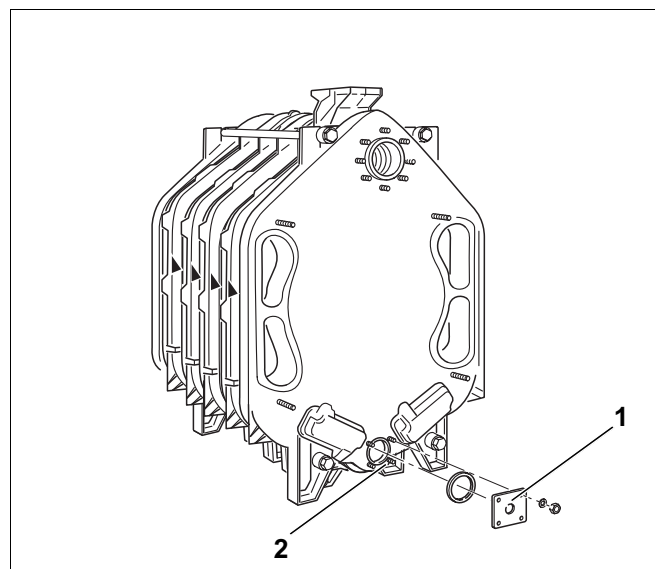

Fig. 22
- Monter flensen (kantelengde: 130 mm) med  $\frac{3}{4}$ " gjengehull for påfyllings- og tappestussen (fig. 22, **pos. 1**) på det nedre kjelnavet bak (fig. 22, **pos. 2**).
- Skulle en navforbindelse være utett, skal kjelen først tømmes for vann via påfyllings- og tømme Kranen (fig. 22, **pos. 1**).